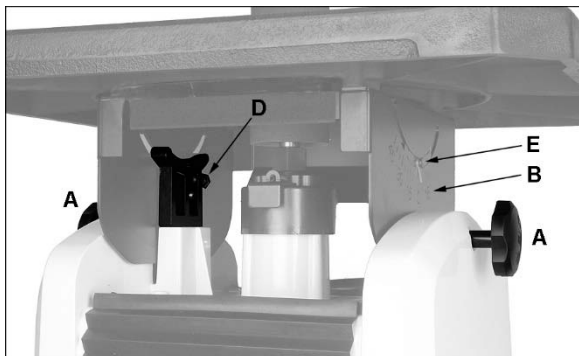

Рис. 11: наклон стола
См. Рис. 11 и 12.
1. Ослабьте обе ручки (А, Рис. 11), открутив их против часовой стрелки.